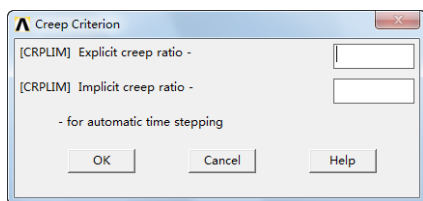

图 9-16 蠕变准则对话框
(1) 蠕变准则。如果机构有蠕变效应, 可以对自动时间步长调整 (如果自动时间步长调整[AUTOTS]是关掉的, 该蠕变准则无效) 指定蠕变准则[CRPLIM,CRCR, Option]。程序会计算蠕变应变增量跟弹性应变增量的比值, 如果上一步的比值大于指定的蠕变准则 CRCR, 程序会减小下一步的时间步长, 如果小于蠕变准则, 就加大时间步长。时间步长的调整还与方程迭代数、是否接近状态变化点和塑性应变增量有关。对于显示蠕变 (Option = 0), 如果上述比值大于稳定界限 0.25 并且时间步长已经调整到最小, 程序会终止求解并报错。这个问题可以通过设置足够小的最小时间步长[DELTIM 和 NSUBST]来解决。对于隐式蠕变 (Option = 1), 默认时没有最大蠕变界限, 当然, 可以如图 9-16 所示蠕变准则对话框来指定。